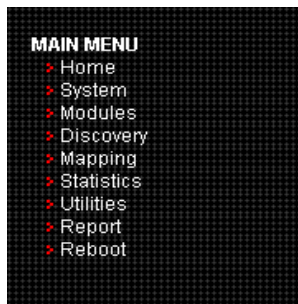

Figure 4-4 : Barre d'options Main Menu (Menu principal)
- La barre d'options Main Menu (Menu principal) se trouve sur la gauche de la page d'accueil. Utilisez la barre d'options pour accéder aux menus de configuration. La figure 4-4 illustre cette section de la page d'accueil.